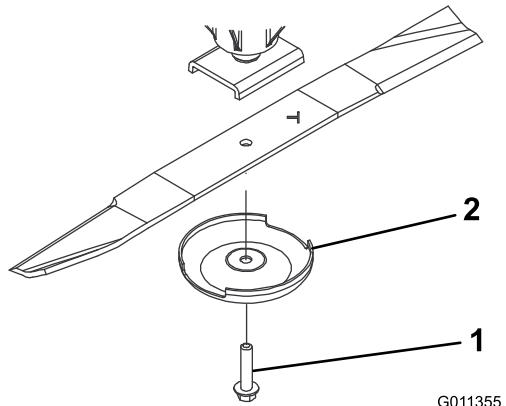

Bild 63
2. Halten Sie das Ende des Messers mit einem stark wattierten Handschuh oder wickeln Sie einen Lappen um es herum. Entfernen Sie die Messerschraube, die Antiskalpiercuppe und das Messer von der Spindelwelle (Bild 63).
3. Setzen Sie das Messer (der Flügel sollte zum Mähwerk zeigen) mit der Antiskalpiercuppe und der Messerschraube ein (Bild 63). Ziehen Sie die Messerschraube bis auf 115-149 Nm an.
Wenn sich das Messer abwetzen kann, bildet sich ein Schlitz zwischen dem Windflügel und dem flachen Teil des Messers (Bild 63). Zuletzt kann sich ein Stück des Messers lösen und aus dem Gehäuse herausgeschleudert werden. Das kann zu schweren Verletzungen bei Ihnen selbst und Unbeteiligten führen.